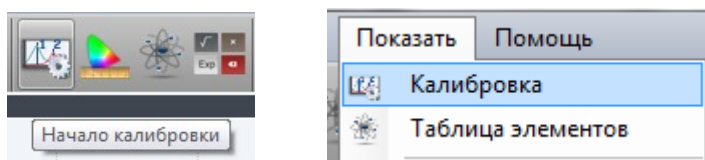

Рис. 15.1. Запуск калибровки
- Нажать кнопку «Начало калибровки» на панели меню (рис. 15.1).